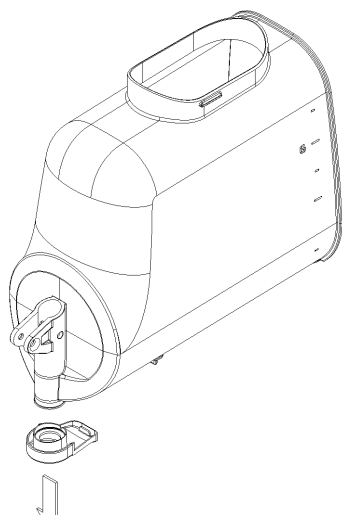

figura 12
- sacar del recipiente el restrictor de flujo (ver figura 12);
- 7 Sacar del recipiente el restrictor de flujo (ver figura 12).
5 Sacar del recipiente el restrictor de flujo (ver figura 12).